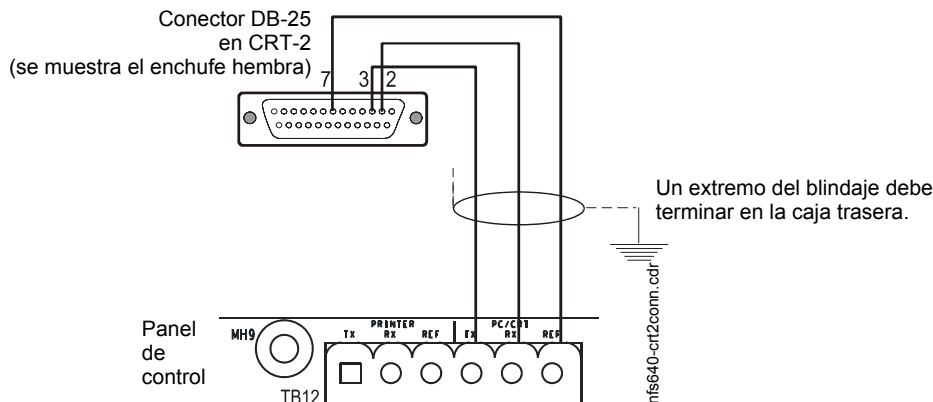

Figura 3.27 Conexión de un CRT-2
1. Conecte los tres (3) hilos abiertos del cable hecho a medida al bloque de terminales TB12 en el panel de control como se muestra en la Figura 3.27.